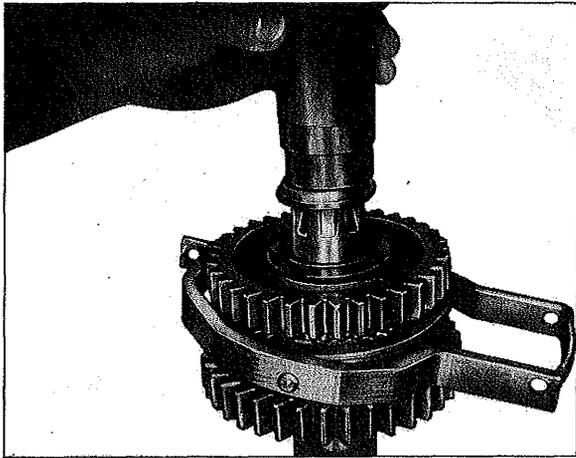

Fig. 30
- Poser la rondelle de butée (429) sur la roue à denture droite, l'épaulement étant orienté vers le haut. Emmancher une bague intérieure du roulement à billes (430) à l'aide de la douille „9" jusqu'à ce qu'elle vienne porter sur la rondelle (fig. 30).